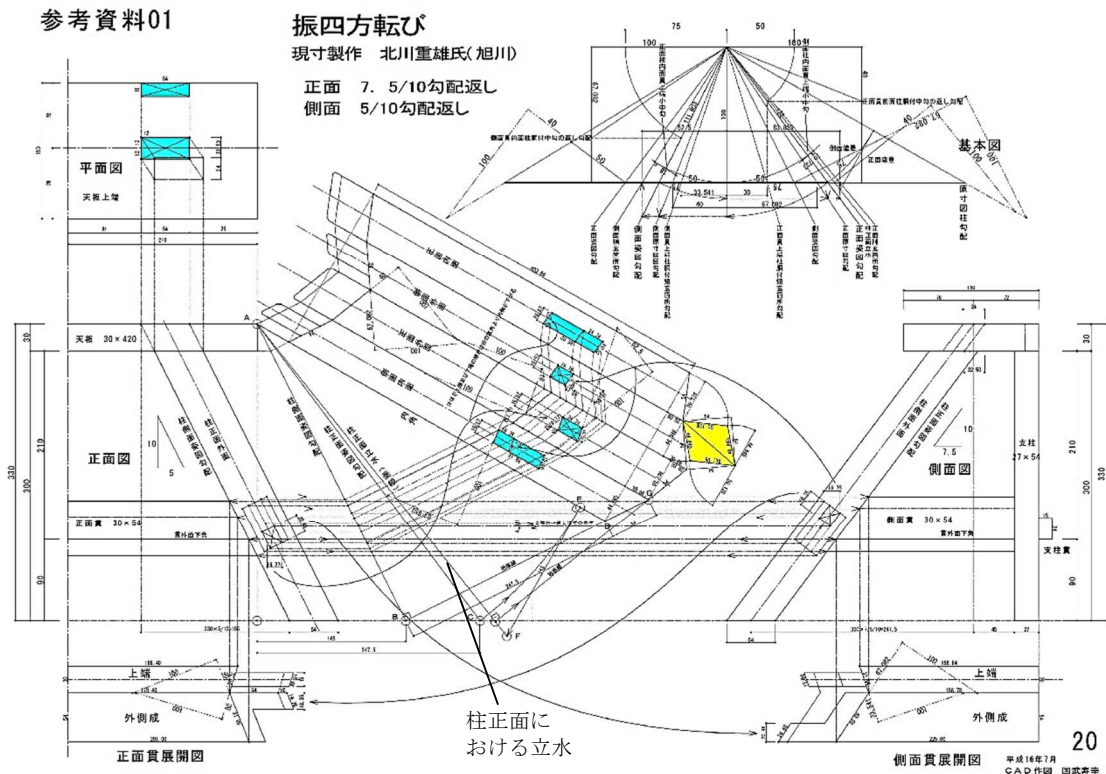

図 2-6-3 振れ四方転びの課題展開図
(2) 振れ四方転びである③柱の展開図について
課題文によると、「③振れ両転び柱は正面 2.4/10 返し勾配、右面に 1.8/10 返し勾配転びとする」と指示されている。振れ四方転びについては、以前研究した課題があるので参考にした。(図 2-6-3)